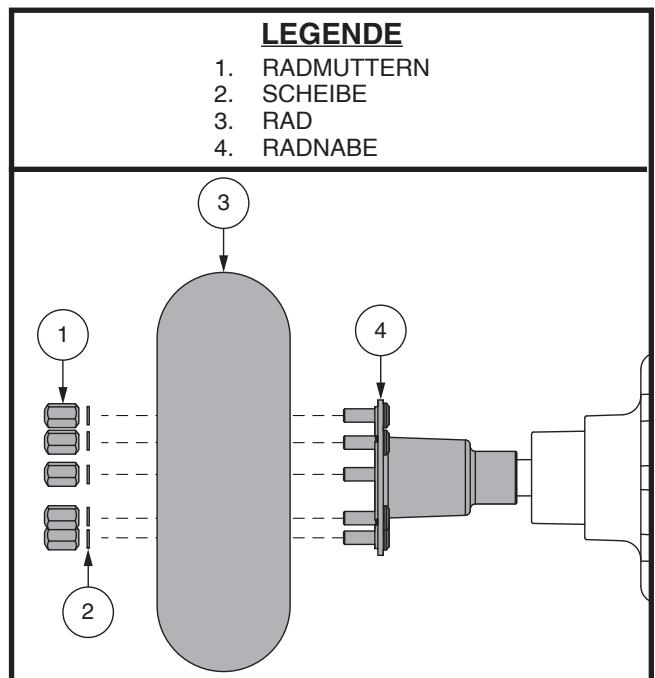

Abb. 26. Reifenradenthebung
3. Entfernen Sie des Radmuttern und scheiben von der Radnabe. Siehe Abb. 26.